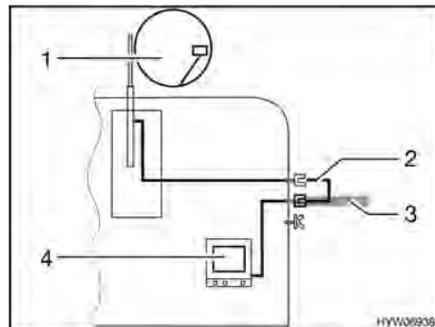

Fig. 125 TV nel veicolo
- TV nel veicolo (Fig. 125,4): Collegamento all'antenna del tetto (Fig. 125,1) con cavo di collegamento (Fig. 125,2)
- TV nel veicolo (Fig. 125,4): Collegamento a antenna esterna (Fig. 125,3)